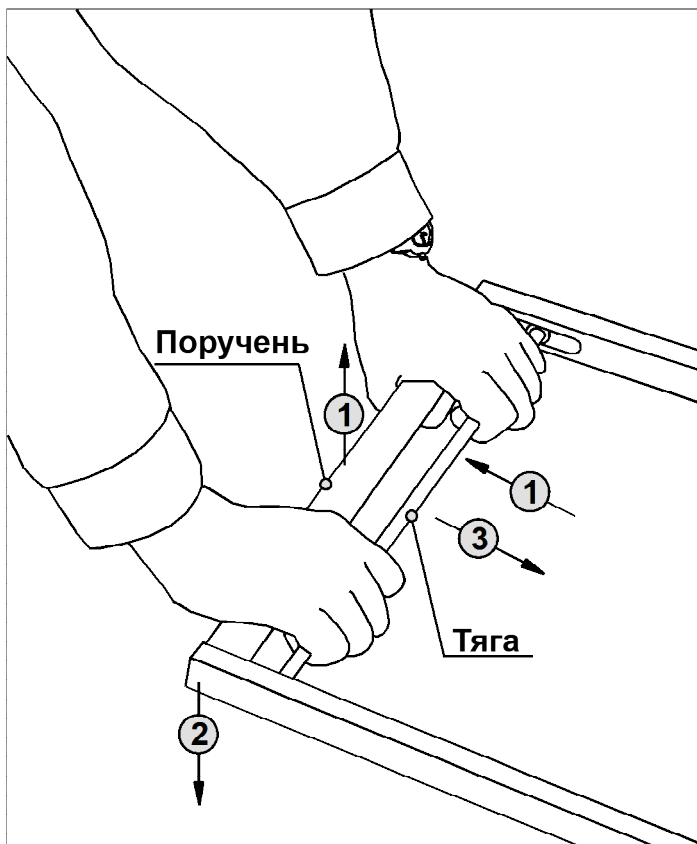

Рисунок 1. Открытие и закрытие бункера.
Для открытия бункера проделайте следующие операции (Рисунок 1):
7.2.4. Закрыть бункер (рисунок 1 оборота обложки).